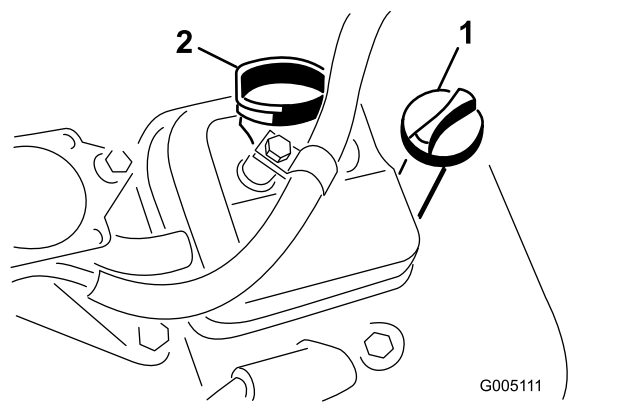

Figura 28
3. Inserite l'asta di livello nel relativo tubo e avvitatela nel tubo (Figura 28).